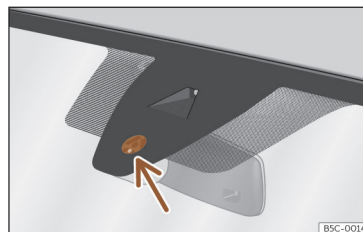

Fig. 111 Superfície sensível do sensor de chuva.
As possíveis causas de anomalias e interpretações erróneas *na zona da superfície sensível* >>> **Fig. 111** do sensor de chuva são, entre outras:
- **Sujidade:** o pó seco, a cera, o revestimento dos vidros (efeito lótus) ou os restos de detergente (lavagem automática) podem diminuir a eficácia do sensor de chuva ou fazer com que reaja mais tarde, mais lentamente ou que não funcione. Limpe regularmente a superfície sensível do sensor de chuva >>> **Fig. 111** (seta) e verifique possíveis danos nas escovas.